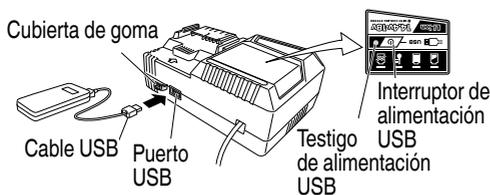

Fig. 13
- (2) Encienda el enchufe de alimentación USB (Fig. 13)
(3) Conecte el cable USB. (Fig. 13)
- Apague el interruptor de alimentación USB y desenchufe el cable de alimentación de la toma de alimentación eléctrica. (Fig. 13)